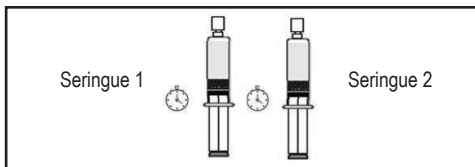

Figure 13.
4.1 Agiter doucement le contenu et laisser les microsphères se déposer vers le piston. Cela peut prendre plusieurs minutes pour que toutes les microsphères se déposent (figure 13).